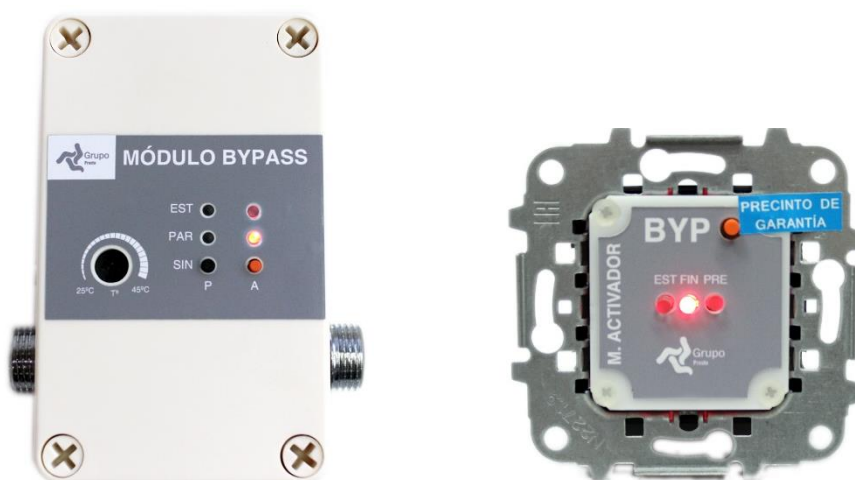

Figura 57. Emparejamiento fallido: LED PAR.A y FIN color rojo durante 30 segundos en los módulos de bypass (2) y de activación (3).
- **Situación B:** Se enciende el LED **PAR.A** del módulo de bypass **(2)** y ocasionalmente el LED **FIN** en el módulo de activación **(3)** en color rojo, durante 30 segundos (Figura 57). La comunicación ha fallado. En este caso, volver a intentar la sincronización en una nueva ubicación más cercana, o, alternativamente, añadir un módulo repetidor **(5)** al conjunto, que se ubicaría en un punto intermedio entre ambos módulos que no han podido ser emparejados (según se explica en el apartado 3.4 del capítulo 1) y repetir esta etapa de emparejamiento.